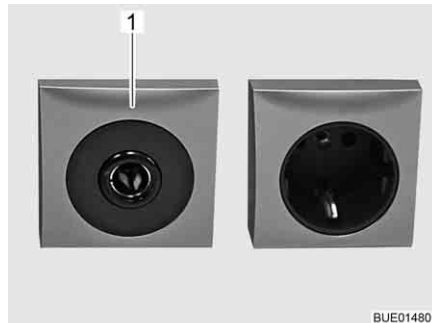

Fig. 128 Prise de courant 12 V/10 A
- ▷ Ne brancher aux prises de courant (Fig. 128,1) du réseau de bord 12 V que des appareils de maximum 10 A.